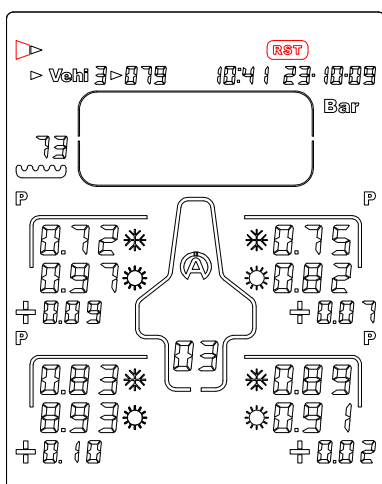

Abbildung 14
- 1) Wählen Sie mit Hilfe der Tasten  das Symbol "**RST**" aus (Abbildung 14).